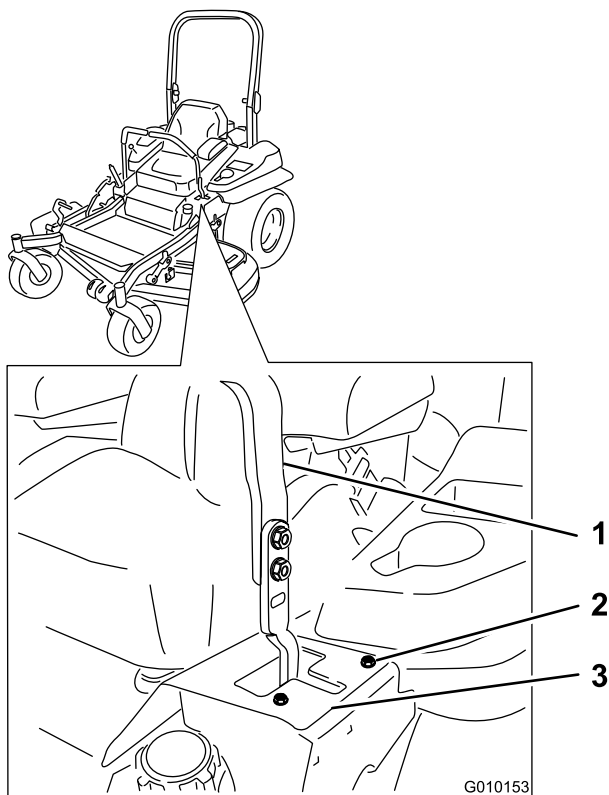

Figura 60
en T de la izquierda hasta que la máquina avance en línea recta (Figura 60).
7. Si se desvía hacia la izquierda, afloje los pernos y ajuste la chapa del tope derecho hacia atrás en la ranura en T de la derecha hasta que la máquina avance en línea recta (Figura 60).
8. Apriete la chapa del tope (Figura 60).